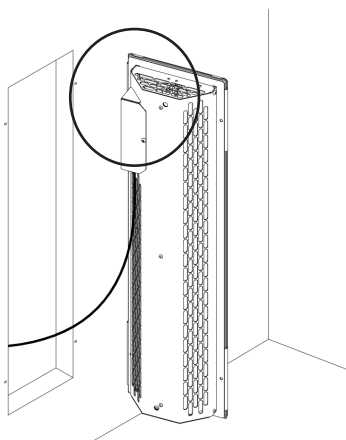
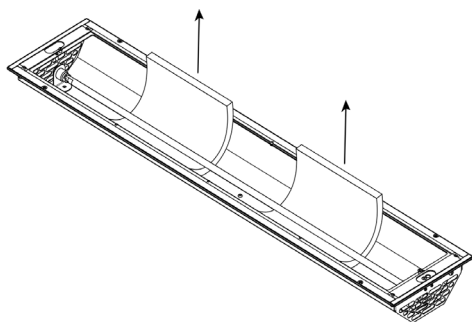

Fig. 2 : Boîtier de raccordement en haut
Fig. 5 : Enlever la sécurité de transport
- Afin de garantir le bon fonctionnement du fusible thermique, le boîtier de raccordement du radiateur doit se situer en haut en cas de montage vertical (ex. : radiateur arrière) (voir **Fig. 2**).
Veuillez respecter la **Fig. 2** et la **Fig. 5**.